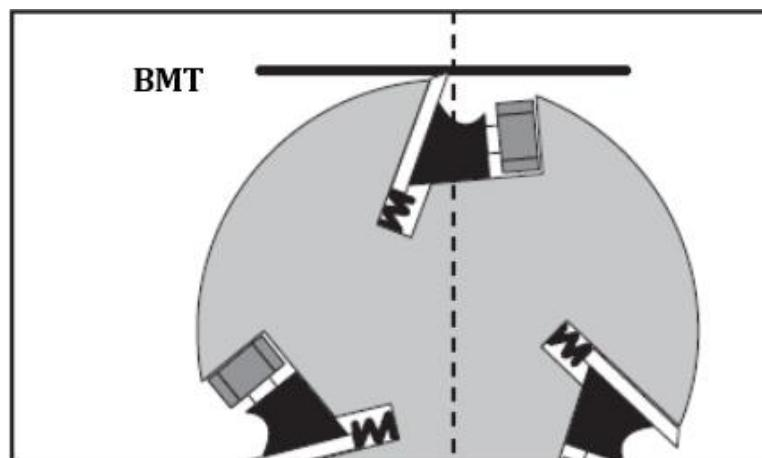

Рис. 17 Нож режущего вала в ВМТ
2. Поворачивать шкив режущего вала до тех пор, пока один из ножей не окажется в верхней мёртвой точке (ВМТ), как показано на рис. 17.